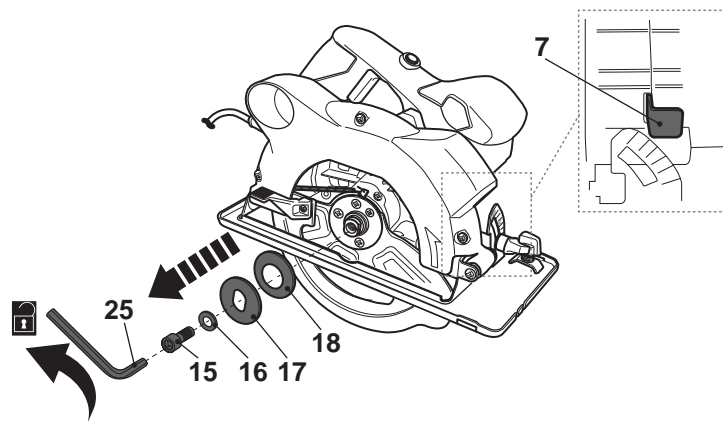

Fig. 1
- > Bloquez la broche en enfonçant le levier de verrouillage de broche [7] et desserrez la vis de fixation [15] en tournant dans le sens inverse des aiguilles d'une montre à l'aide de la clé hexagonale [25] (Fig. 1).
- > Retirez la vis de fixation [15], la rondelle [16] et la bride de verrouillage [17] de la broche (Fig. 1). Ne pas enlever la contre-bride [18].
- > Retirez la vis de fixation [15], la rondelle [16], la bride de verrouillage [17], la lame de scie [19] et la contre-bride [18] de la broche (Fig. 1).